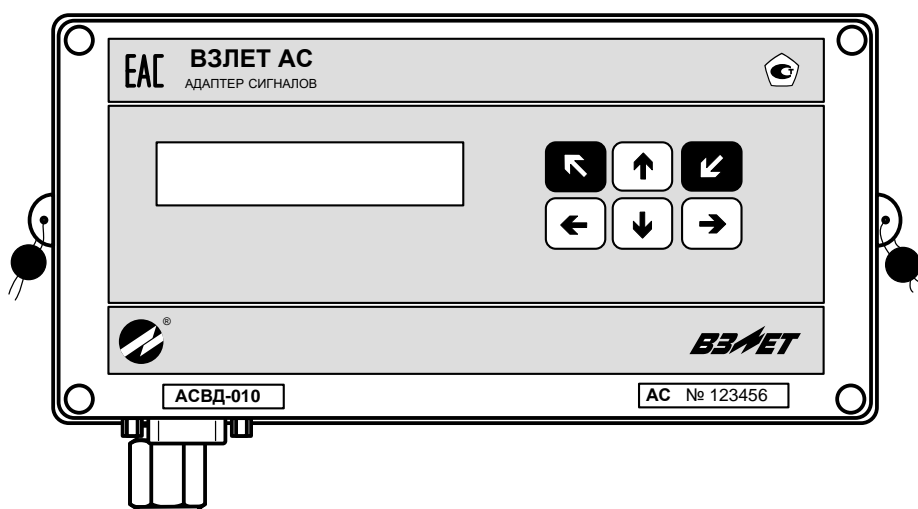

Рис.1. Преобразователь измерительный исполнения АСВД-010.
- 1.1.2. Внешний вид преобразователя измерительного «ВЗЛЕТ АС» исполнения АСВД-010 показан на рис.1.